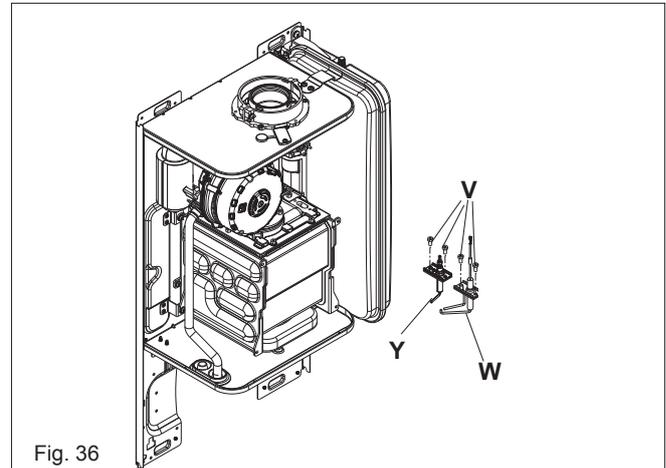
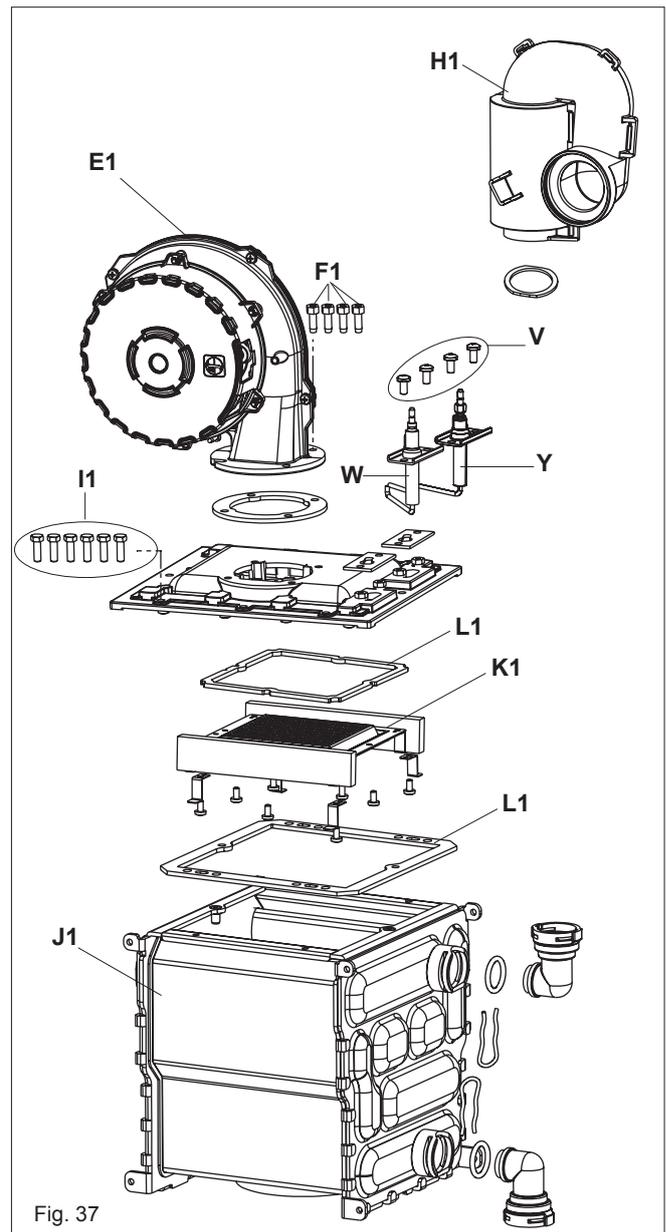

Fig. 36
Fig. 37
7.14 ELECTRODES (FIG. 36 - FIG. 37)
7.15 FLUE FAN & MIXER (FIG. 37 - FIG. 38)
7.16 BURNER (FIG. 37)